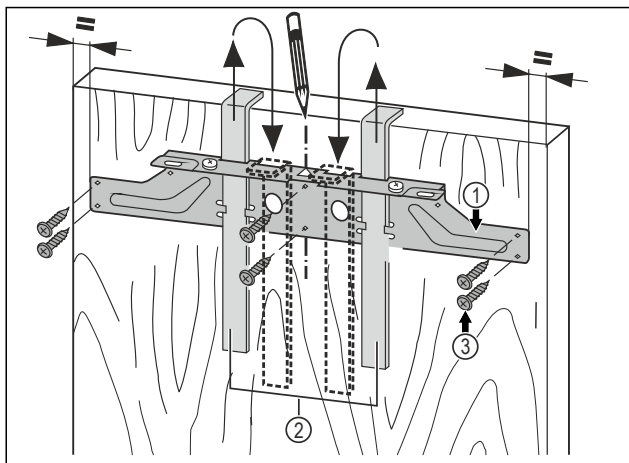

Fig. 42
- Uzkariniet stiprinājuma šķērsi Fig. 42 (1) mēbeles durvju iekšpusē, izmantojot montāžas palīglīdzekļus Fig. 42 (2).
- Nolīmeņojiet stiprinājuma šķērsi Fig. 42 (1) uz durvīm pa vidu.
- Pieskrūvējiet stiprinājuma šķērsi Fig. 42 (1) ar vismaz 6 skrūvēm Fig. 42 (3).
- Pieskrūvējiet stiprinājuma šķērsi Fig. 42 (1) ar vismaz 4 skrūvēm Fig. 42 (3).
- Izvelciet montāžas palīglīdzekļus Fig. 42 (2) ārā virzienā uz augšu un sagrieztā veidā iebīdīet blakus esošajās stiprinājuma atverēs.